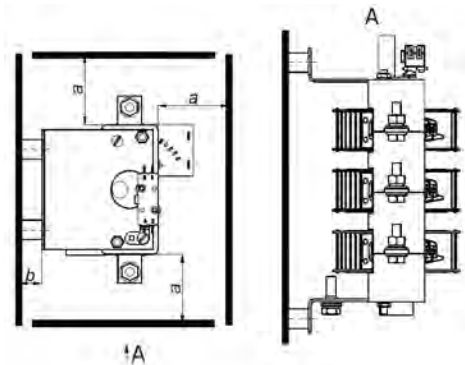

Рисунок 1- Минимально-допустимые расстояния от аппаратов до металлических частей
2.6 При встраивании аппаратов в металлические шкафы или ящики состояние «В» (Рисунок 1) может быть уменьшено с применением прокладок из изоляционных материалов под установочной площадью аппарата.